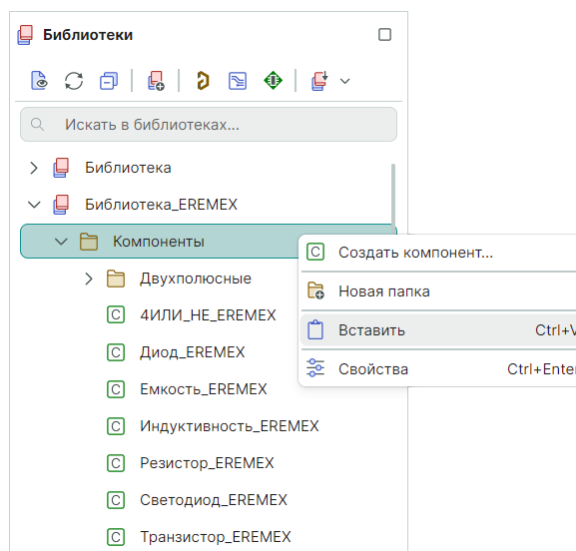

Рис. 324 Вставка библиотечного объекта из буфера памяти
4. В выбранном узле из контекстного меню выберите «Вставить», см. Рис. 324.